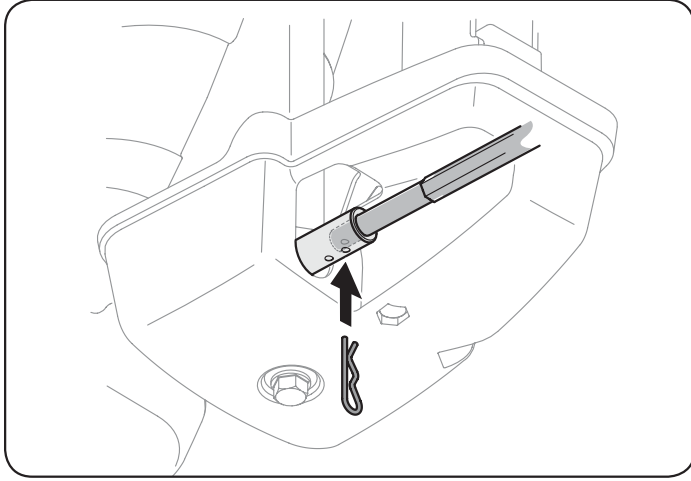

Figure 30
2. Retirez la tige de commande de la goulotte jusqu'à ce que le trou dans celle-ci s'aligne avec le deuxième trou dans l'ensemble de commande de la goulotte. Voir la Figure 30.